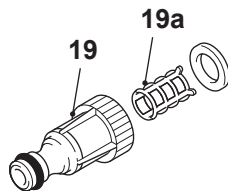

Fig. 19
- > Desparafuse e remova o adaptador da mangueira de entrada de água (19) da entrada de água (14).
- > Desmonte o adaptador da mangueira de entrada de água (19) (Fig. 19).